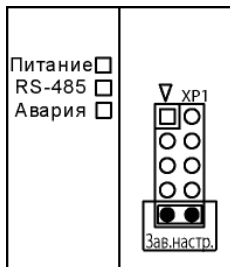

Рисунок 4.1
- установить переключку **JP1** на соединителе **XP1** (см. рисунок 4.1) в положение **Зав. настр.**, при этом прибор перестроится на заводские значения сетевых параметров, но в его памяти сохраняются ранее установленные значения сетевых параметров;